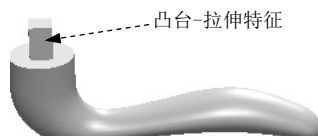

图 6.27.8 凸台-拉伸特征
Step9. 创建如图 6.27.8 所示的凸台-拉伸特征。